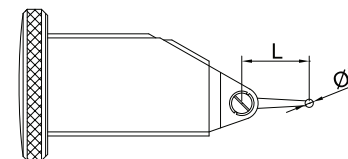

fig.6
3. Ogni tipo di comparatore ha una lunghezza specifica degli stili (L, fig. 6). Se la lunghezza non è corretta, si avrà un errore di misura. Per scegliere gli stili corretti, consultare la tabella seguente.